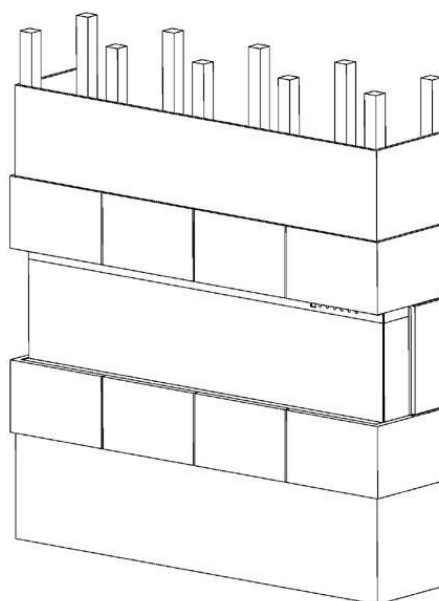

Fig.3-5
8. Udekoruj sklejkę lub płytę gipsowo-kartonową glazurowaną płytką, tapetą itp. Fig.3-5